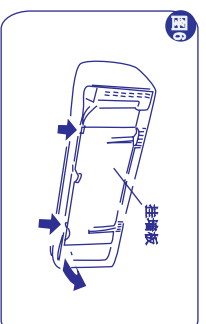

图6
- 撕下胶带，取出挂墙板（图6）。挂墙板请以实物为准，图片仅供参考。